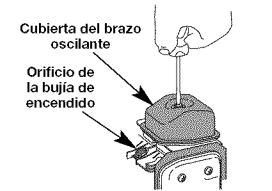

Fig. 37
- Limpie la suciedad de alrededor de la cubierta del brazo oscilante. Saque el tornillo que sostiene la cubierta del brazo oscilante con un destornillador grande de vástago plano o con una broca Torx T-25 (Fig. 37). Saque la cubierta y la junta del brazo oscilante.
- El pistón se encuentre en la parte superior de su recorrido mientras mira dentro del orificio de la bujía de encendido (Fig. 37).